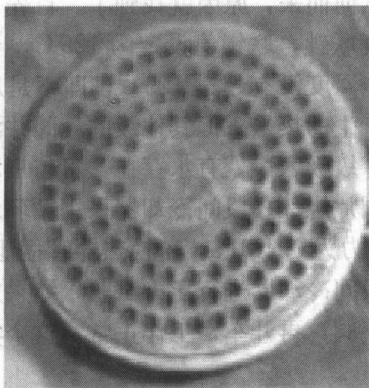

图 1-13 磨亮的气阀
2) 气阀没有被很好地固定、安装。安装气阀时，必须先保证压阀罩准确到位，然后再将阀盖螺栓上紧。如果气阀没有被压阀罩压紧，气阀就会在压阀罩内上下左右晃动，增加了螺栓的交变负荷，最后使螺栓断裂。图 1-13 就是压阀罩没有上紧，造成阀在压阀罩内转动，形成光亮的表面，即图上右下角的密封面处。